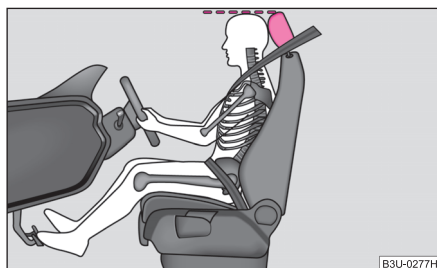

Fig. 106 Reglarea corectă a înălțimii tetierei
- Reglați tetierele astfel încât marginea superioară a tetierei să se afle la aceeași înălțime cu partea superioară a capului dvs. ⇒ fig. 106.
- Reglați tetierele astfel încât marginea superioară a tetierei să se afle la aceeași înălțime cu partea superioară a capului dvs. ⇒ pagina 115, fig. 106.